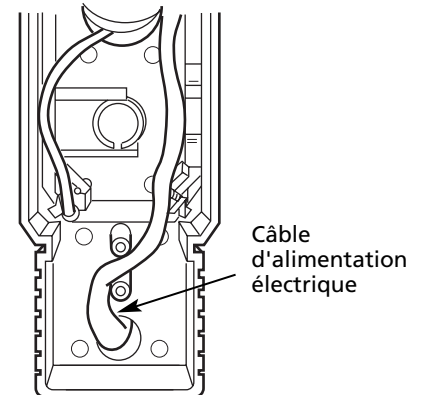

Figure 7 - Acheminement du câble d'alimentation électrique
**ATTENTION** Le câble d'alimentation électrique doit être acheminé comme il est illustré dans la Figure 7 afin de permettre l'utilisation du serre-câble requis.